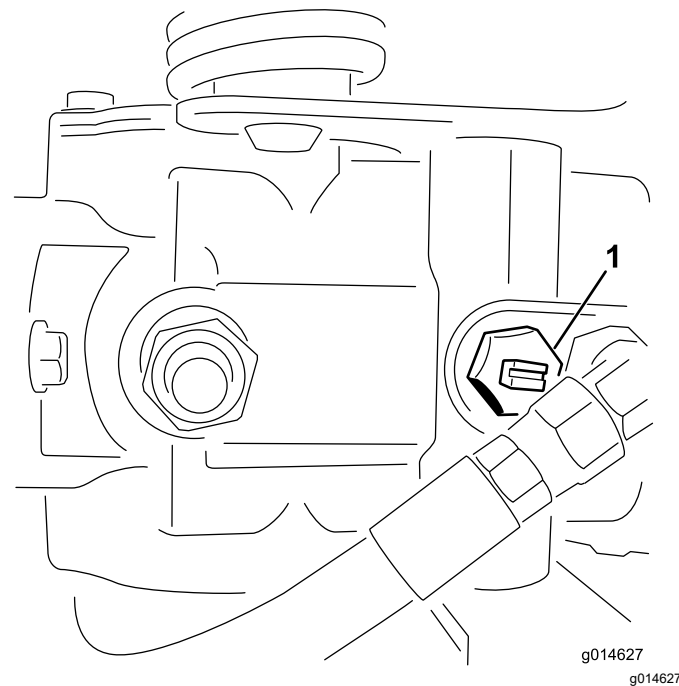

Figura 27
2. Antes de arrancar el motor, cierre la válvula de desvío girándola hasta que la ranura esté horizontal (Figura 27).
1. Localice la válvula de desvío en la bomba y gírela hasta que la ranura esté en posición vertical (Figura 27).